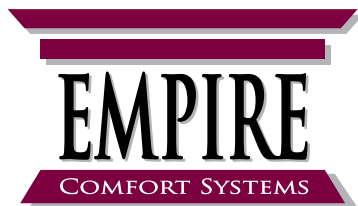

**Figure 8**
11. Utiliser une clé ouverte de 7/16 po pour desserrer le corps de la veilleuse en tournant légèrement en sens antihoraire. Faire glisser l'attache de l'orifice de la veilleuse vers l'autre côté et le serrer en tournant en sens horaire. **Voir Figure 8.**